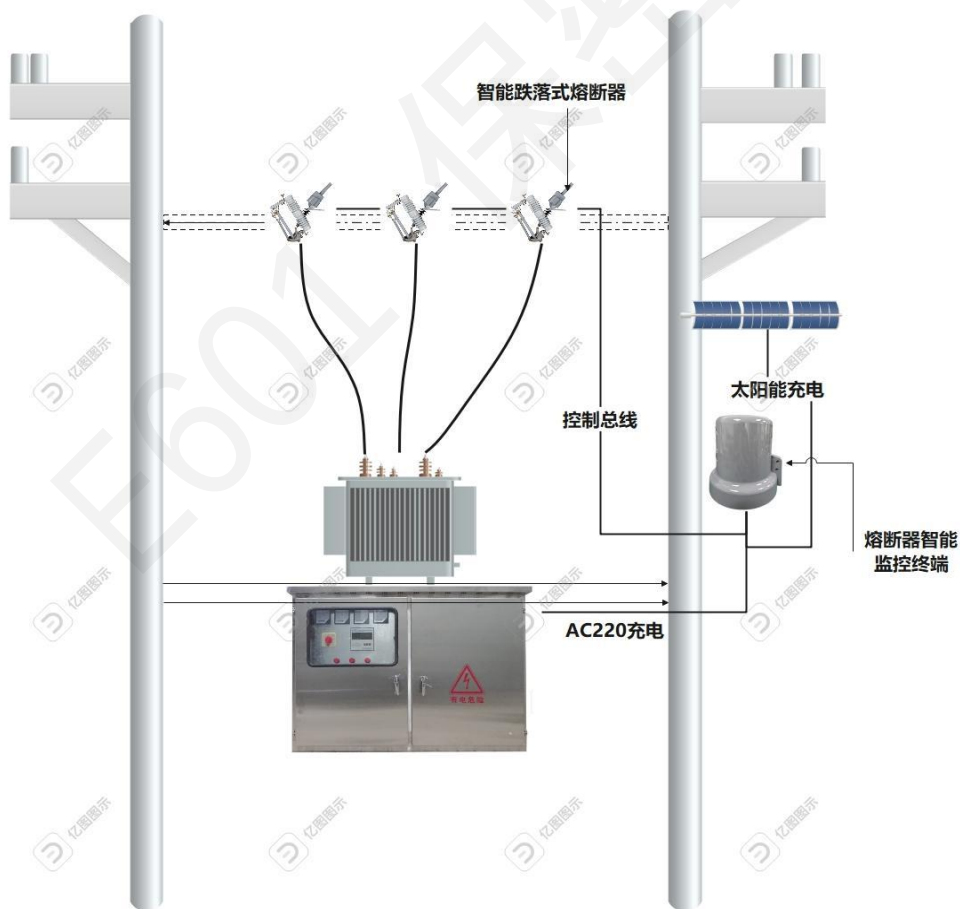

图 6 智能跌落式熔断器安装说明
- 4.2.1 安装示意图供安装参考，（图 6 智能跌落式熔断器安装说明）实际情况需相关专业人员现场考察判断安装位置，也可联系厂商提供技术服务；